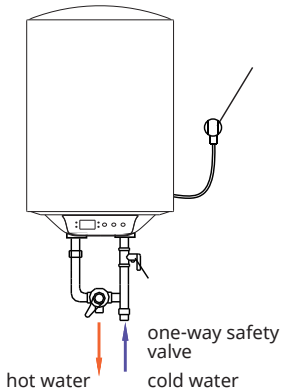

Abb. 5
**Vorsicht:** Das dem Warmwasserbereiter beigegefügte Multifunktionsventil muss am Kaltwasserzulauf des Erhitzers installiert werden (siehe Abb. 5).